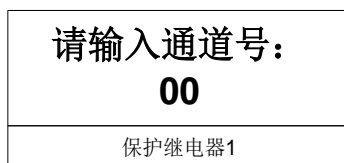

图 6-11 出口传动
a. 出口传动：用于试验装置的继电器输出回路。试验时，按“+”、“-”键选择某路开出通道，按“确认”键执行，如图 6-11 所示：